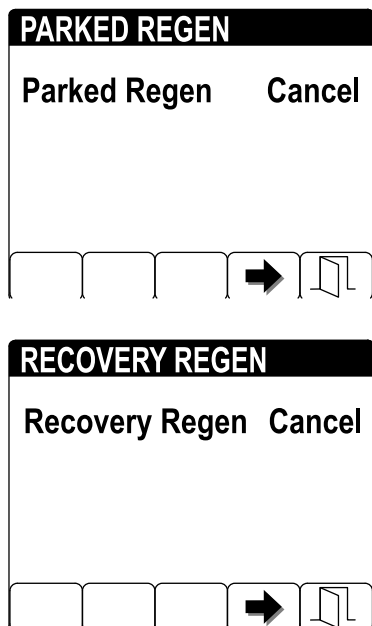

Рисунок 65
2. Нажмите кнопку 4 для отмены стационарной или восстановительной регенерации (Рисунок 65).